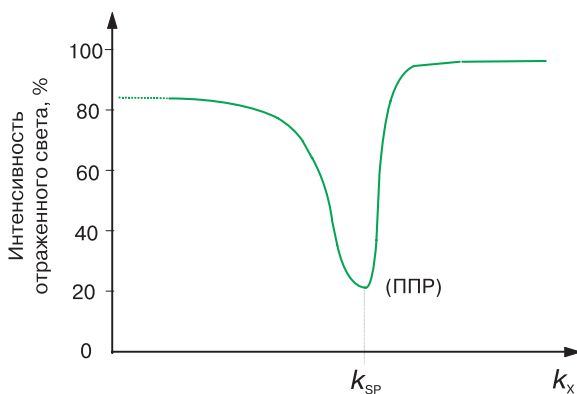

Рис. 2. Типовая кривая эффекта ППР
Если перечисленные условия выполняются, то значительная часть энергии света преобразуется в энергию плазмонов, и интенсивность отраженного от металлической пленки света резко падает. Это явление и получило название "поверхностный плазменный резонанс". Типовая кривая ППР, т. е. кривая интенсивности (I) отраженного металлической пленкой света приведена на рис. 2.